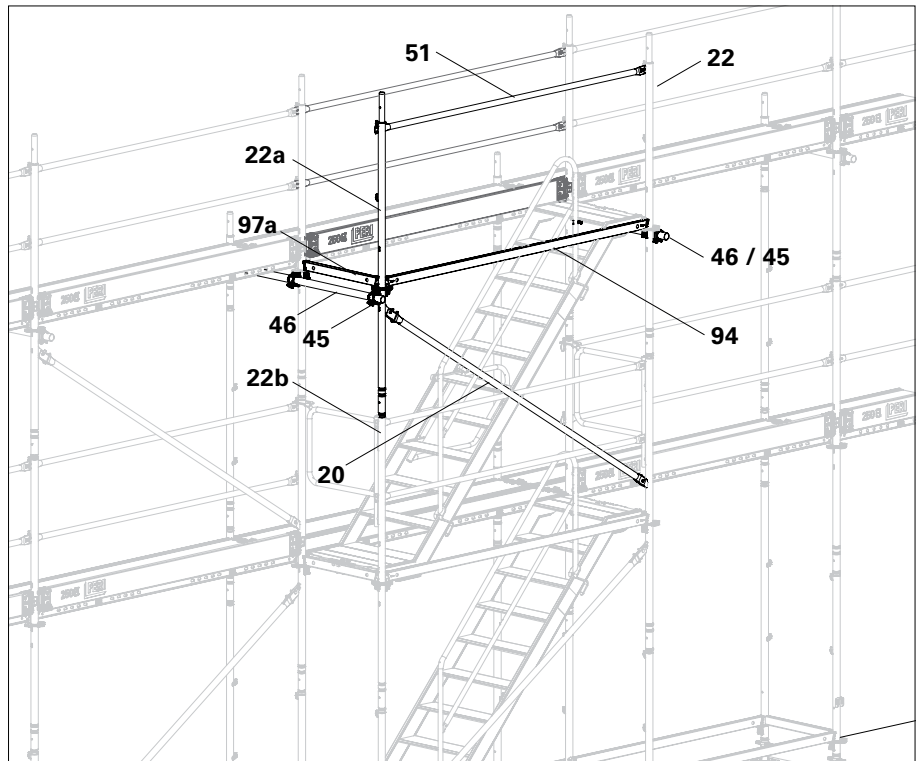

Abb. B7.07
8. Geländerholm EPG (51) an erstem Easystiel EVM (22) einhängen.
10. Easystiel mit Horizontalriegel UH Plus 75 (97a) in nächster Gerüstlage mit Grundgerüst verbinden. Keile festschlagen. (Abb. B7.07)
11. Easybasisstiele EVS mit Horizontalriegel UH Plus (94) verbinden.
12. Längsdiagonale EBF (20) montieren.
- Gerüsthalter UWT (46) mit je einer Gerüsthalterkupplung EWC (45) oder Normkupplung an beiden Rohren des Easyrahmens EVF (16) sowie am Easystiel EVM (22) verankern.
- Weitere Treppenlage ist montiert. (Abb. B7.07)